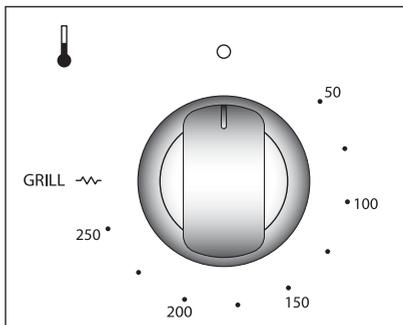

Fig. 8
1. Gire el mando del Termostato/Grill en el sentido horario hasta ubicarlo en la temperatura deseada (Fig. 8).